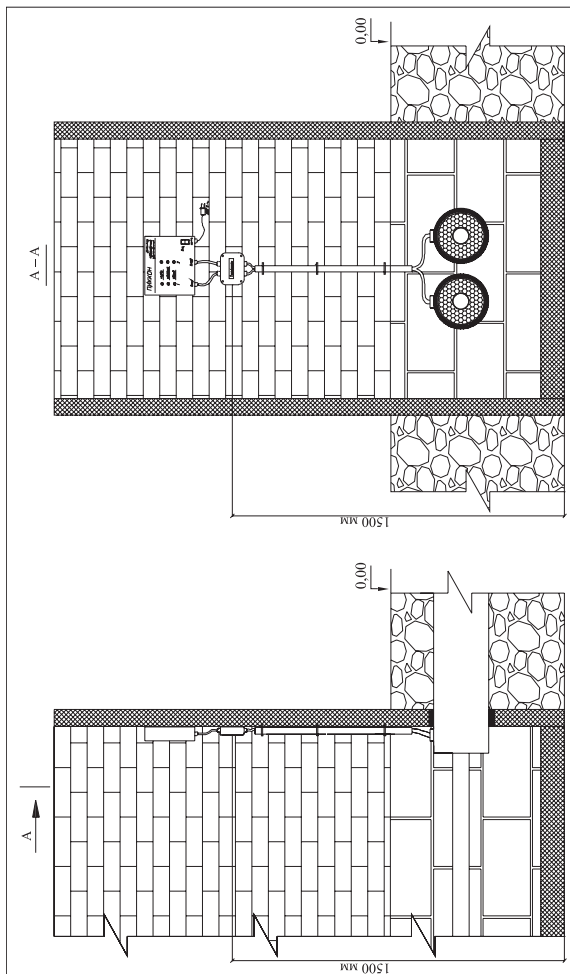

Рис. 11 «Установка терминала на стене здания ОДК»
11. При установке терминала внутри помещения (**Рис. 11**), просверлить в стене здания два отверстия (диаметром 6 мм и глубиной 30 мм) на уровне предполагаемого крепления терминала (H ~ 1,5 метра от пола).